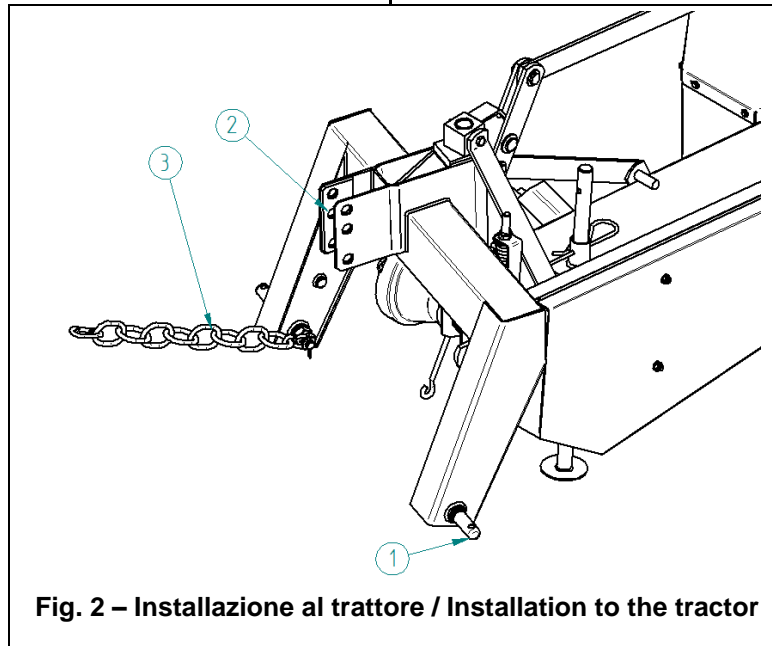

Fig. 2 – Installazione al trattore / Installation to the tractor
1. Posizionare i bracci inferiori del trattore (prima a sinistra e poi a destra) sui perni del telaio della barra falciante (Fig.2 n.1) e fissare con le spine a scatto;
1. Place lower rods of the tractor (first the left, and then the right one) on the pins (Fig.2 item 1) of the suspension frame and secure with cotters;
2. Posizionare l'estremità del tirante regolabile nella sede superiore del terzo punto (Fig.2 n. 2) e bloccarlo con il proprio perno. Fissare il perno con una coppiglia;
2. Place the end of the top link between the yoke plate using the holes (Fig.2 item 2), and then connect with the pin and secure with a cotter;